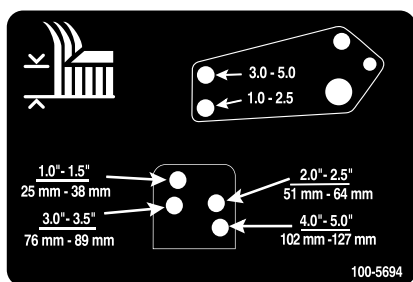

Figura 31
10. Allineate i fori dei tiranti di smorzamento con i fori della staffa per l'altezza di taglio desiderata sul telaio del piatto di taglio, inserite i perni con testa e montate le coppie (Figura 31).